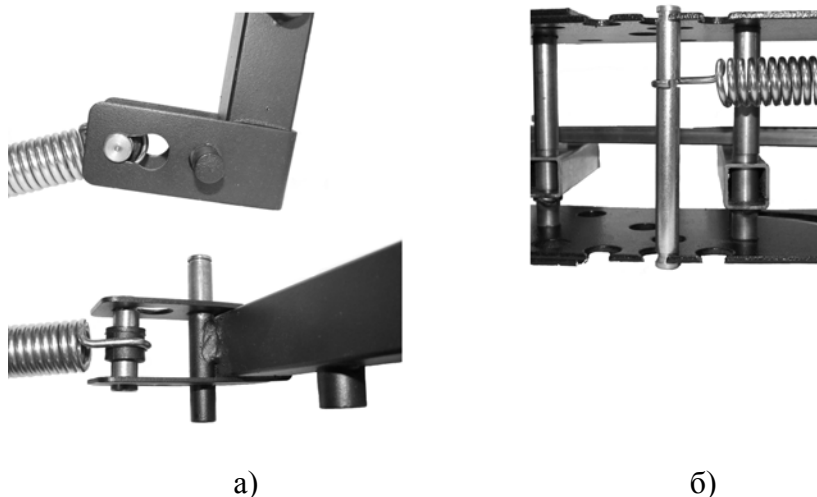

Рис. 7
5. Установка пружин на механизмы. (Рис. 7, а, б)
Расположение деталей при установке пружин на механизмы приведено на рисунках. Узел малой оси пружины – рис. 7, а, узел большой оси пружины– рис. 7, б.